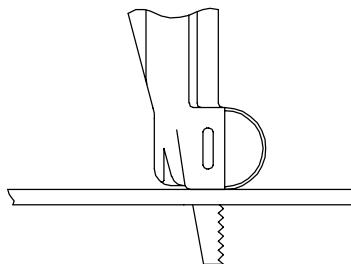

Figura 3
- Cuando corte metal desde un borde, sujetela sierra tal como se indica en la Figura 3, manteniendo la guía de la hoja de sierra presionada firmemente contra el material a trabajar para evitar que vibre el metal y la hoja de la sierra haga ruido. Cuando realice cortes directos en metal, cincele o taladre primero un orificio de inicio.